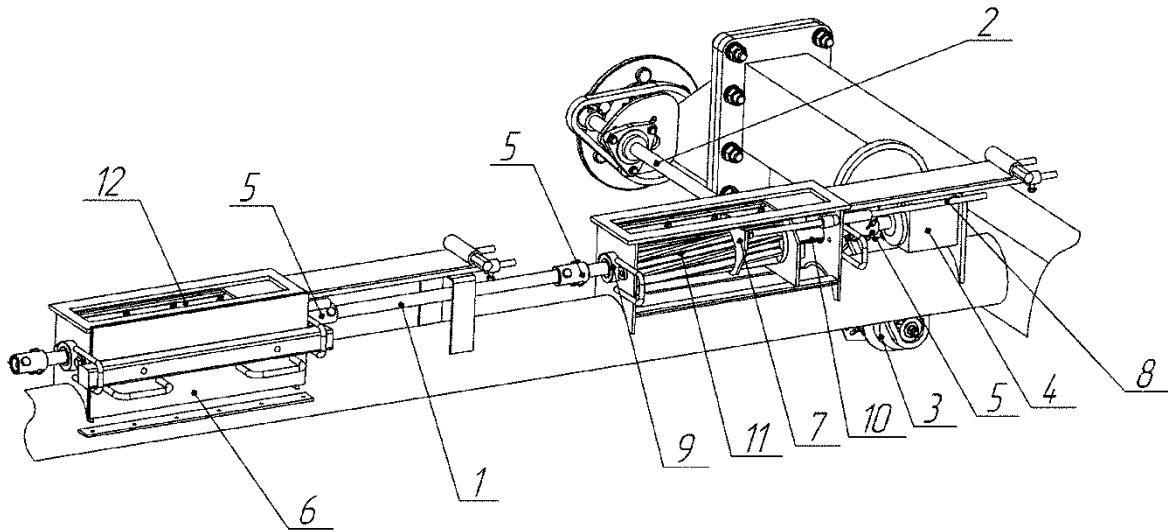
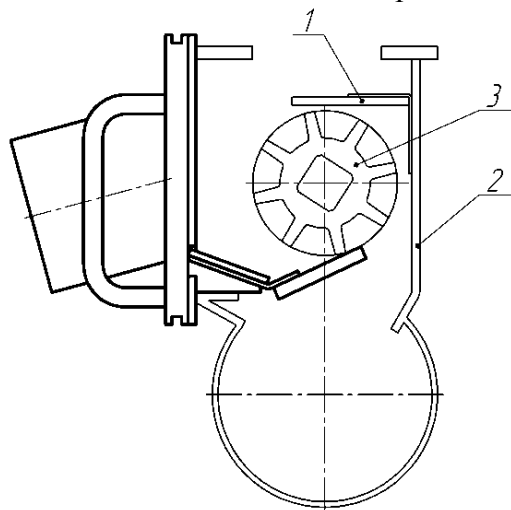
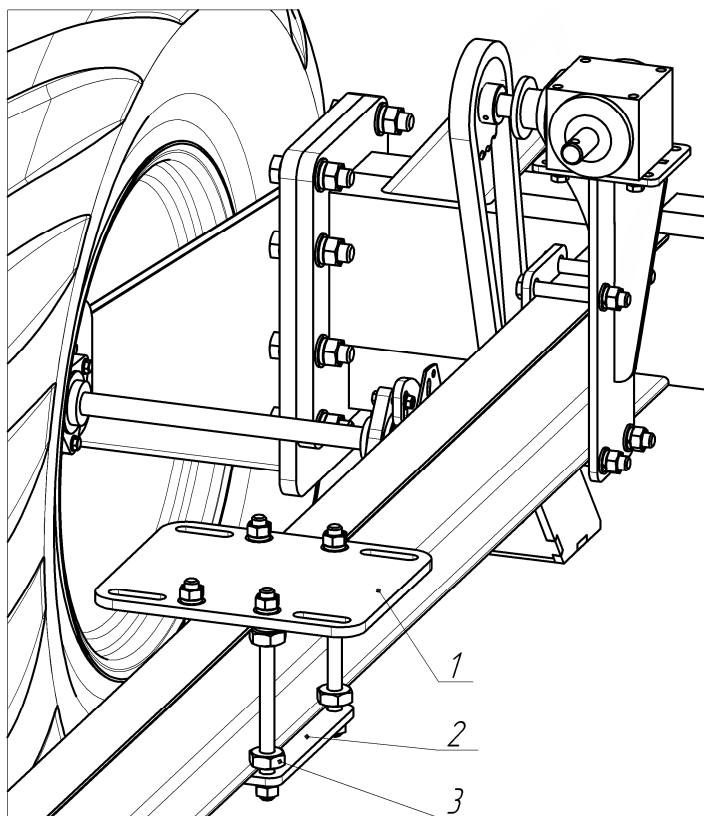
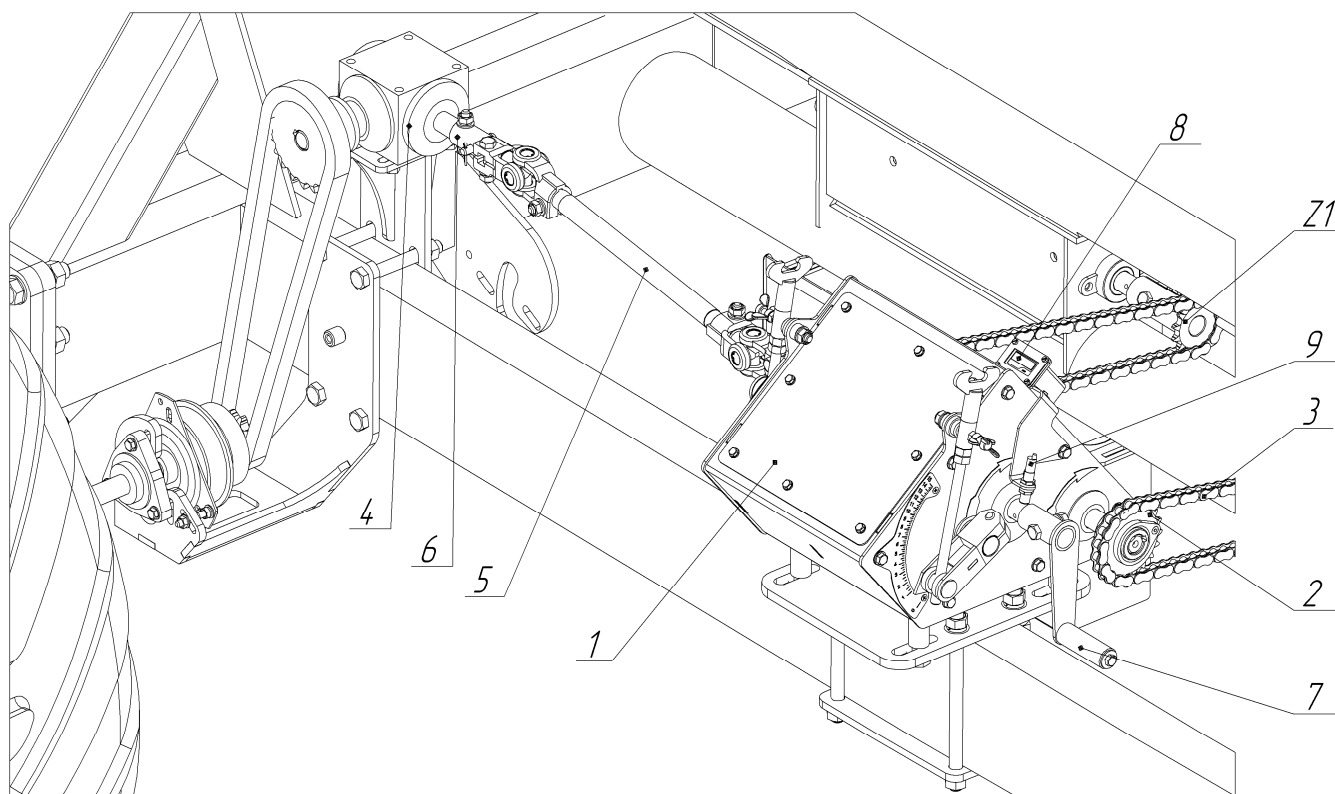

Рис.1 Демонтируемое оборудование стандартного посевного комплекса
Рис.2 Установка верхнего клапана
Рис.11 Установка плиты крепления вариатора
Рис.12 Установка вариатора DUPLEX GEARBOX
4.3. На верхних клапанах поз.12 рис.1 заменить старые уплотнители на новые, таким образом, чтобы уплотнитель, при установке верхнего клапана, точно соответствовал ширине рабочей части высевающего аппарата и плотно прилегал к задней стенке высевающего аппарата поз.2 рис.2.
4.6.В высевающие аппараты с помощью четырехгранных валов поз.10 рис.1 установить, в соответствии с рисунком 5, поставляемые катушки.
4.13. На раму бункера, посередине между высевающими аппаратами, с помощью шпилек М16 установить плиты поз.1, 2 рис.11, при этом на внутренние шпильки М16 предварительно установить упорные гайки поз.3 для распора полок швеллера рамы бункера.
4.14. На верхнюю плиту поз.1 рис.11 болтами М16 закрепить вариатор DUPLEX GEARBOX поз.1 рис.12. Звездочки с муфтами ограничения крутящего момента поз.2 соединяются со звездочками высевающих аппаратов Z1 цепью поз.3. С помощью пазов в верхней плите поз.1 рис.11 выставить вариатор поз.1 рис.12, тем самым предварительно натянув цепи привода высевающих аппаратов. С правой стороны вариатора установить рукоятку поз.7 и кронштейн с закрепленным на нем счетчиком оборотов поз.8 и датчиком поз.9, так как показано на рисунке 12.
4.15. Для передачи крутящего момента от углового редуктора поз.4 рис.12 к вариатору поз.1 используется карданный вал поз.5, который соединяется с выходными валами посредством ранее демонтированных с посевного комплекса соединительных втулок поз.5 рис.1.